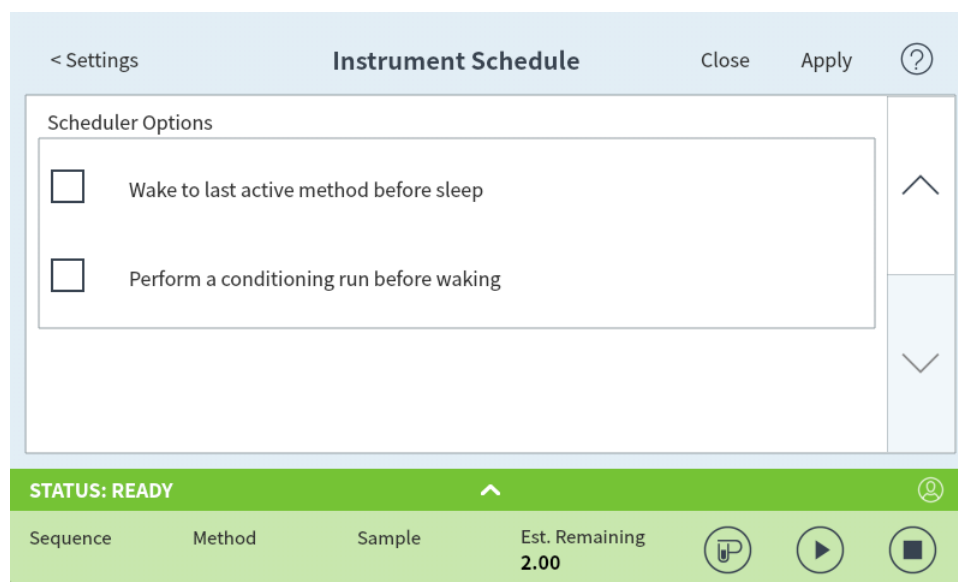

Figura 73. Zona de opciones del programador
3. Desplácese a la zona **Opciones del programador (Scheduler Options)**. Consulte la Figura 73.